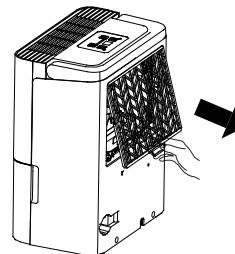

Fig. 10
- Afferrare la linguetta del filtro e tirarla verso l'alto, quindi estrarla come mostrato in Fig.10.